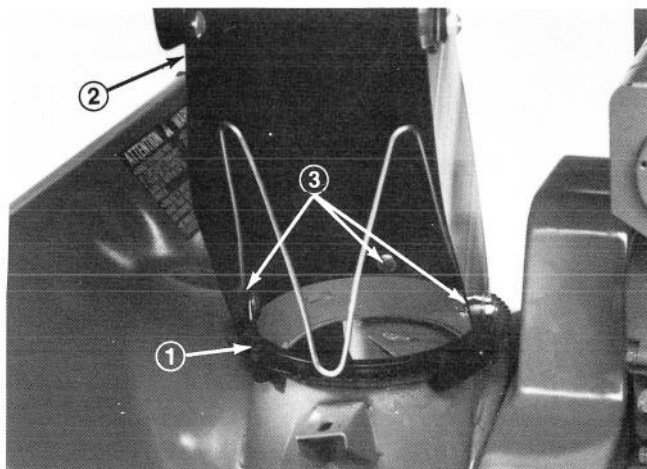

Fig. 2
1. Drej tandkransen således at tænder og de tre monteringshuller er ud for hinanden (Fig. 2).
2. Placer udkastningsrøret på tandkransen (Fig. 2). Sæt en bolt med firkantet hals gennem det midterste hul, en spændeskive og låsemøtrik sættes på bolten (Fig. 2), men stram ikke låsemøtrikken.
3. Fastgør udkastningsrøret til de to andre monteringspunkter med bolte, spændeskiver og låsemøtrikker (Fig. 2).